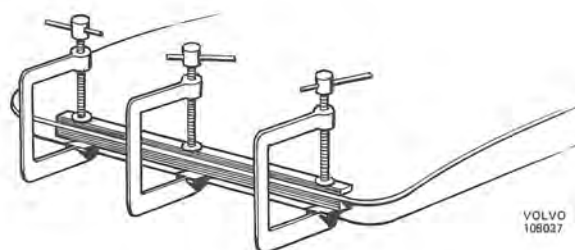

Bild 33. Plastluckans sektioner hoppresade med skruvtvingar
8. Lägg ihop fogytorna och pressa ihop dem med hjälp av träribbor och skruvtvingar (bild 33) eller svetsstänger. Avståndet mellan tvingarna bör vara ca 5 cm.